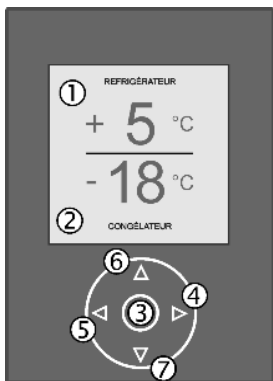

Fig. 3
- **Déplacer le curseur vers le haut** : Appuyer sur la touche vers le haut Fig. 3 (6).
- **Déplacer le curseur vers le bas** : Appuyer sur la touche vers le bas Fig. 3 (7).
- **Déplacer le curseur vers le gauche** : Appuyer sur la touche vers la gauche Fig. 3 (5).
- **Déplacer le curseur vers la droite** : Appuyer sur la touche vers la droite Fig. 3 (4).
- **Poursuivre** : Appuyer sur la touche vers la droite Fig. 3 (4).
- **Revenir en arrière** : Appuyer sur la touche vers la gauche Fig. 3 (5).
- **Confirmer la sélection** : Appuyer sur la touche OK Fig. 3 (3).
- **Quitter le menu** : Appuyer sur la touche vers la gauche Fig. 3 (5).